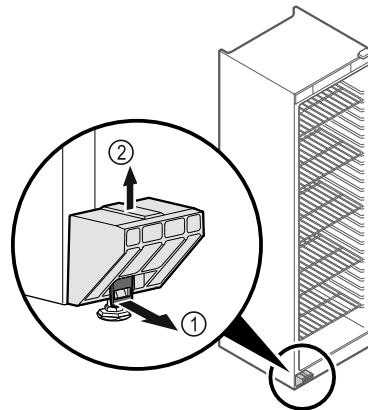

Fig. 6
▶ Lasche Fig. 6 (1) nach vorne ziehen.
▶ Transportsicherung Fig. 6 (2) nach oben abziehen.